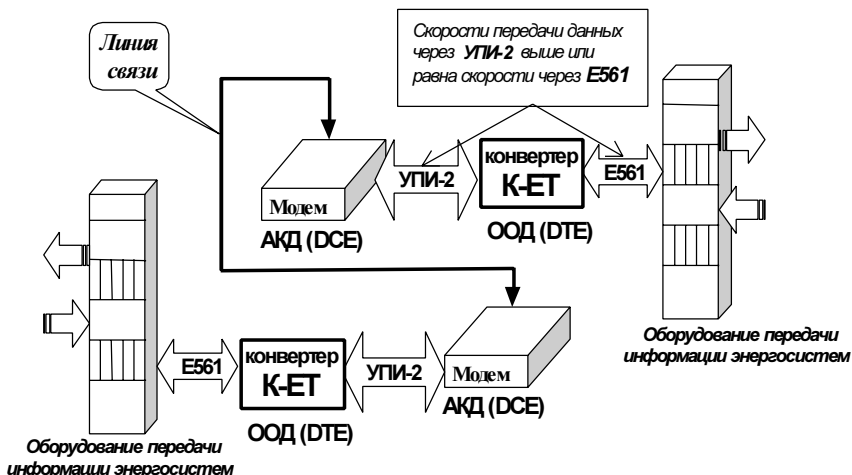

Рис. 2 Организация канала передачи данных для АКД (DCE)
На Рис. 2 приведен пример организации канала передачи данных с помощью конвертера и АКД (DCE) устройства. Подключение конвертера к АКД (DCE) обеспечивает интерфейс УПИ-2. Работа конвертера с АКД (DCE) устройством осуществляется только в режиме синхронного обмена. В качестве АКД (DCE) устройств, подключенных к конвертеру, на Рис. 2 изображены синхронные модемы, но могут быть и иные устройства, например, мультиплексоры и т.п. Особенности реализации режима ООД (DTE) в конвертере изложены в П. 3.3.
- поскольку обмен данными через интерфейс УПИ-2 осуществляется фреймами, то на другом конце канала связи необходим такой же конвертер К-ЕТ, см. Рис. 2 на стр.6;